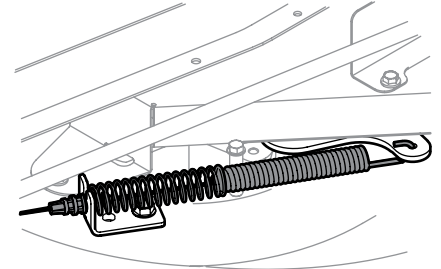

Figura 4-11
- Extraiga con cuidado el cable de la PTO de la parte posterior de la plataforma de corte. Retire el resorte del soporte de polea loca de la plataforma. Consulte la Figura 4-11.